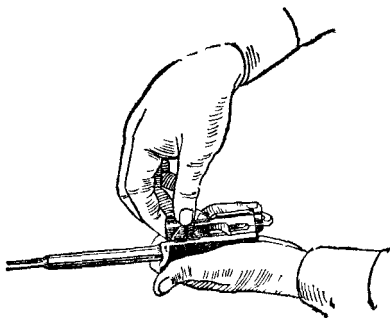

Рис. 10. Отделение затвора от затворной рамы
8) **Отделить затвор от затворной рамы.** Взять затворную раму в левую руку затвором кверху (рис. 10); правой рукой отвести затвор назад, повернуть его так, чтобы ведущий выступ затвора вышел из фигурного выреза затворной рамы, и вывести затвор вперед.